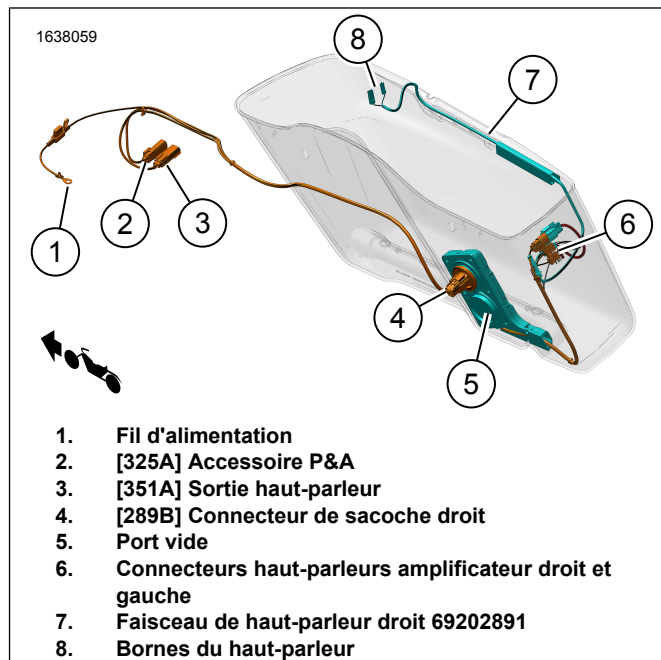

Figure 5. Acheminement du faisceau de sacoche droit
- g. Acheminer le faisceau de fils (5) à travers le trou du passe-câble.
- h. Installer le passe-câble (3) sur le faisceau de câble (5).
- i. Ajuster l'œillet (3) au besoin et installez dans une sacoche.
13. Figure 5 Installer le faisceau de haut-parleurs droit.
- b. Figure 5 Acheminer le faisceau de fils (7) comme indiqué.